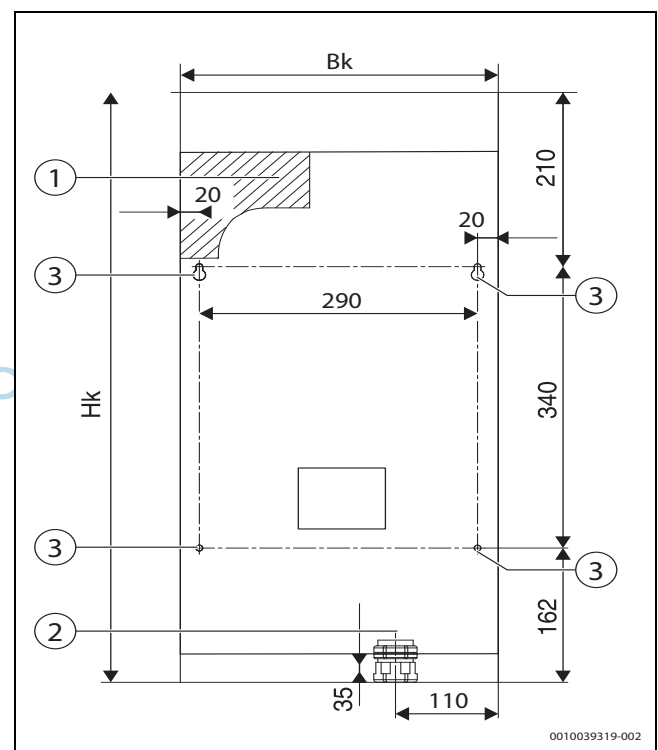

Bild 8 Abmessungen der Bohrungen für das Befestigen des Heizgeräts an der Wand und für das Versorgungskabel beim Heizgerät Logamax E156 4-12 kW
- ▶ Positionen der Bohrlöcher für die Montageplatte anzeichnen. Für das Befestigen können Sie die beigelegte Schablone verwenden (→ Bild 8, Seite 13, [1])